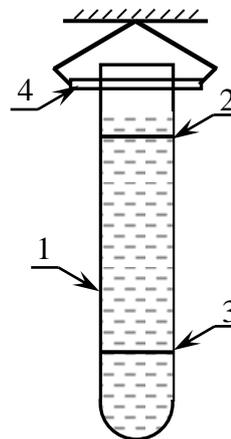

Рис. 2. Схема установки
Прибор состоит из стеклянного цилиндра (1) – рис. 2, заполненного исследуемой жидкостью. На цилиндре имеются две горизонтальные кольцевые метки (2) и (3), выполненные в виде резиновых колец. Верхняя метка (2) должна быть ниже уровня жидкости на 5-6 см. Это расстояние необходимо для перехода шарика в установившийся режим движения. Цилиндр подвешен в вертикальном положении на кронштейне с помощью хомута (4). Фото установки представлено на рис. 3. Для выполнения работы необходимы также линейка, секундомер и микрометр. В работе используются шарики свинцовой дроби ( $\rho_{\text{ш}} = 11,4 \cdot 10^3 \text{ кг/м}^3$ ) и глицерин – установка **ба** или касторовое масло – установка **бб**.